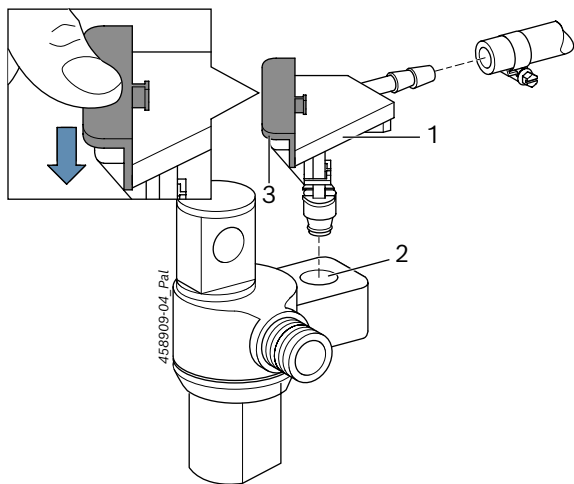

Fig. 4: Adattatore di ritorno 1 683 356 138
L'adattatore di ritorno 1 683 356 138 (Fig. 4, pos. 1) unisce il ritorno del CRI di Delphi (Fig. 4, pos. 2) tramite la tubazione flessibile 1 680 712 249 e tramite la tubazione flessibile 1 680 712 289 con attacco di prova per quantità di ritorno su EPS 200 / EPS 205.
i Spingendo la linguetta (Fig. 4, pos. 3) viene assicurato l'adattatore di ritorno. Per rimuoverlo, tirare la linguetta verso l'alto ed estrarre l'adattatore di ritorno dal raccordo di ritorno.